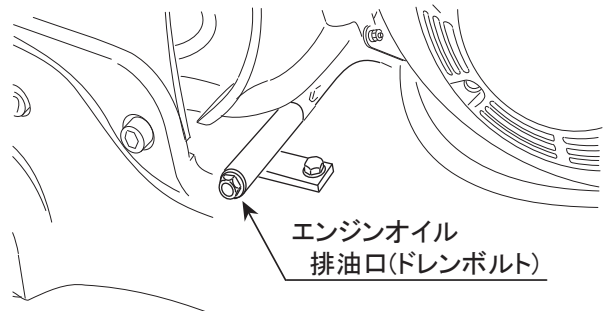

図 25
- エンジンオイルは初回は20時間、以後100時間運転毎に交換して下さい。(図25)